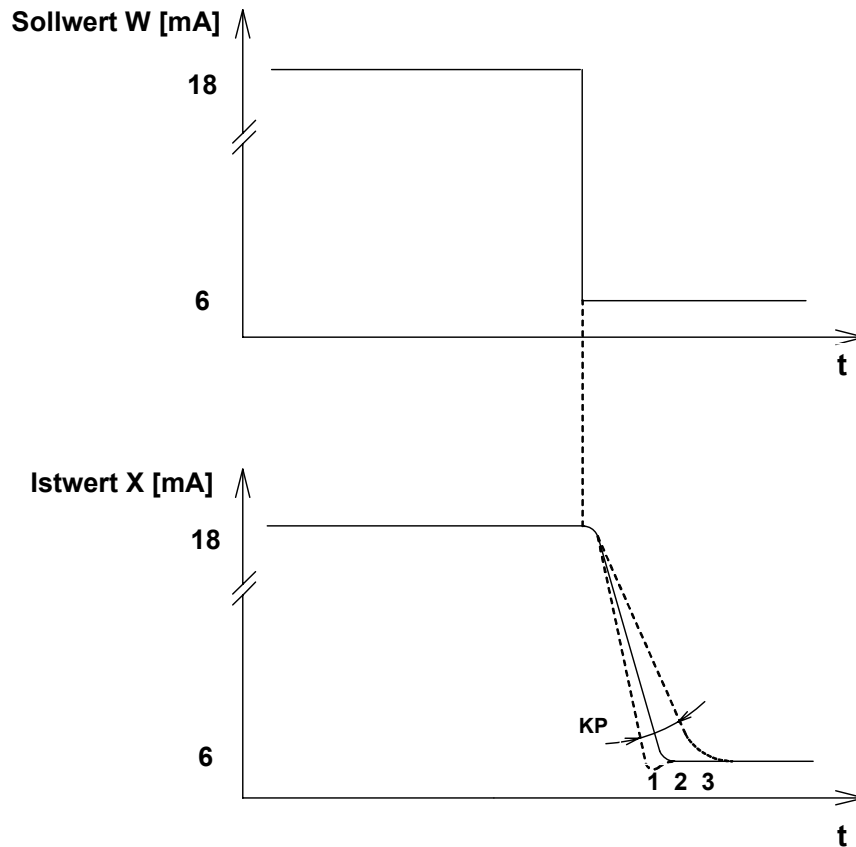

Bild: 5
- Mit dem Potentiometer KP die Verstärkung so variieren, bis der zeitliche Verlauf des Istwerts der Kennlinie 2 im Bild: 5 entspricht.